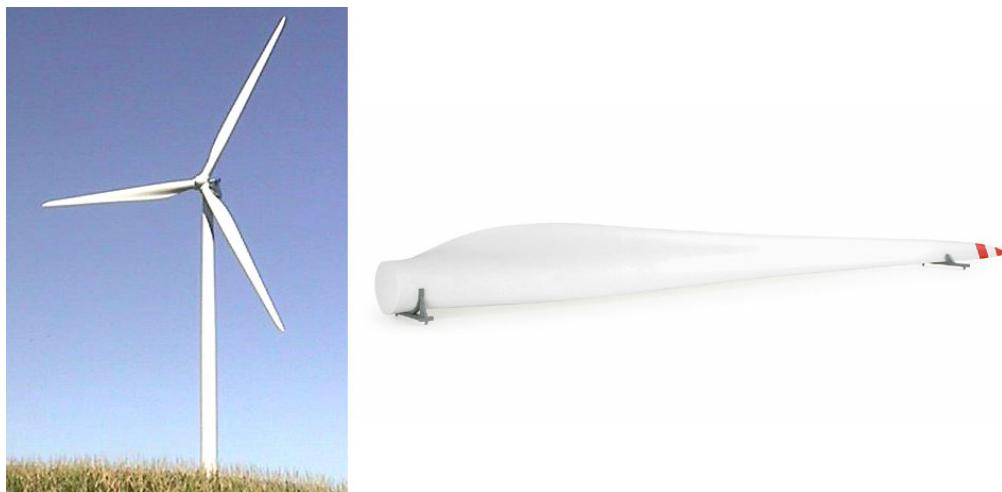
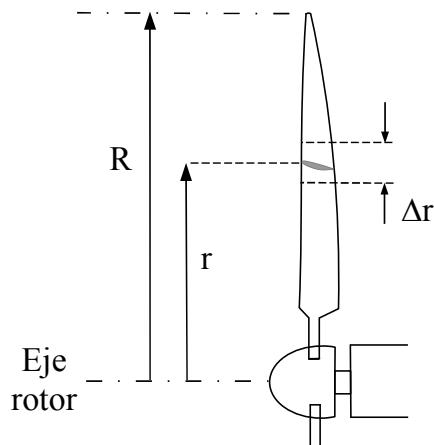

Figura 6.1: Aerogenerador tipo (izda.) y detalle de una pala (dcha.).
Figura 6.3: Esquema de una pala.
En esta práctica implementaremos un modelo sencillo para el estudio del comportamiento de un aerogenerador de eje horizontal de tres palas, como el mostrado en la Figura 6.1.
- Como se observa en la Figura 6.1, las palas se diseñan de tal forma que este perfil alar gira a lo largo de longitud de la pala (la pala está alabeada). El ángulo que forma la cuerda con el plano de rotación del aerogenerador se denomina el **pitch** (ver Figura 6.3), y varía tanto porque el perfil gira (por construcción) a lo largo de la pala como porque la pala puede ser girada, mecánicamente, como un todo alrededor de su eje longitudinal. El primer pitch se denomina **pitch geométrico**  $\psi(r)$  y depende de la distancia  $r$  a lo largo de la pala, y el segundo pitch de pala  $\phi$ . A una distancia  $r$  del eje a lo largo de la pala, el pitch total es:
Formalmente, el pitch geométrico  $\psi(r)$  es el ángulo que forma la cuerda de la sección más alejada del eje del aerogenerador (la más próxima a la punta de la pala) con la cuerda de la sección que está a una distancia  $r$  del eje (Figura 6.3); y el pitch de pala es el ángulo formado por la cuerda de la sección más alejada del eje y el plano de rotación.